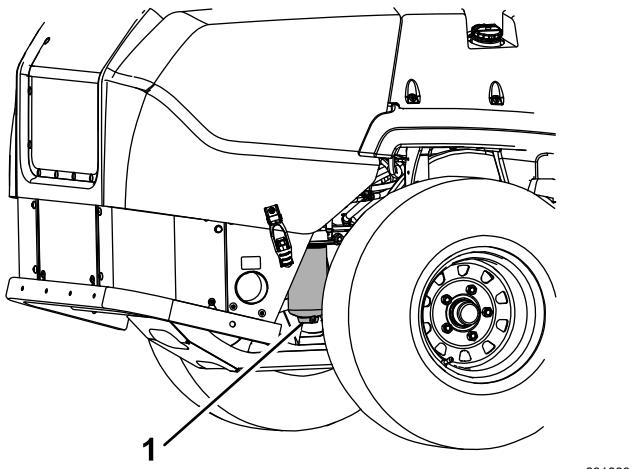

Figure 44
3. Placez un bac de vidange sous le filtre à carburant et dévissez le bouchon de vidange d'environ un tour (Figure 44).